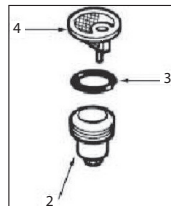

Рис. 10
- Снимите крышку накопительного топливного фильтра и очистите его от воды и грязи (Рис. 10).